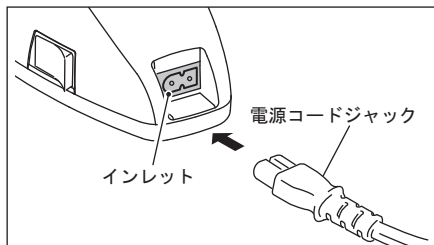

図 1
- 1) 充電器背面のインレットに電源コードのジャックを差し込みます。(図 1)